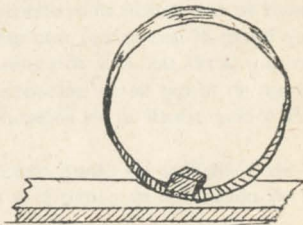

Fig. 11.
1. **Construcción de una rueda bruja.**—Haga un disco lo más liviano posible de unos 20 cm de diámetro y 2 cm de espesor. Se puede hacer de cartón, hueco. Fíjese un plomo en un punto del borde de modo que no sea visible. Tal rueda puede subir por un plano inclinado o negarse a descender. (Fig. 11).